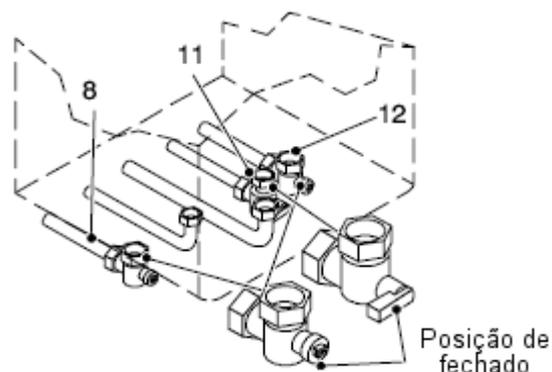

Fig. 9.3.
1. Fechar o passador de entrada de água sanitária 11 na fig. 9.3.
1. Fechar os passadores de alimentação e retorno, 8 e 12 na fig. 9.3, da instalação de aquecimento.